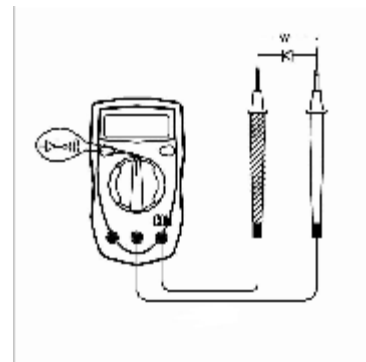

Figura 6
F. Diodi e Continuità (figura 6)**Diodi****⚠ Avvertenza**